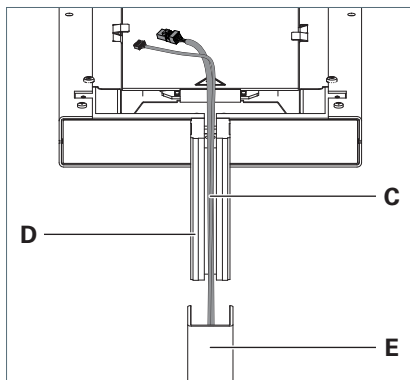

Fig. 2: Monter la tête du luminaire sur le mât.
- Introduisez les câbles **C** par le bas dans la rainure du bras support **D** sur la tête du luminaire et enfoncez le bras de support entièrement dans le mât **E**, voir Fig. 2.